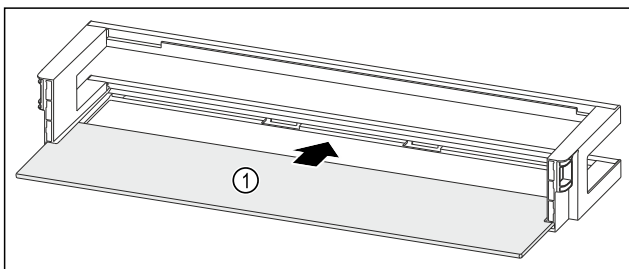

Fig. 90 Рафт на врата с рафт
- ▶ Вкарайте рафта Fig. 90 (1) в страничните прорези.